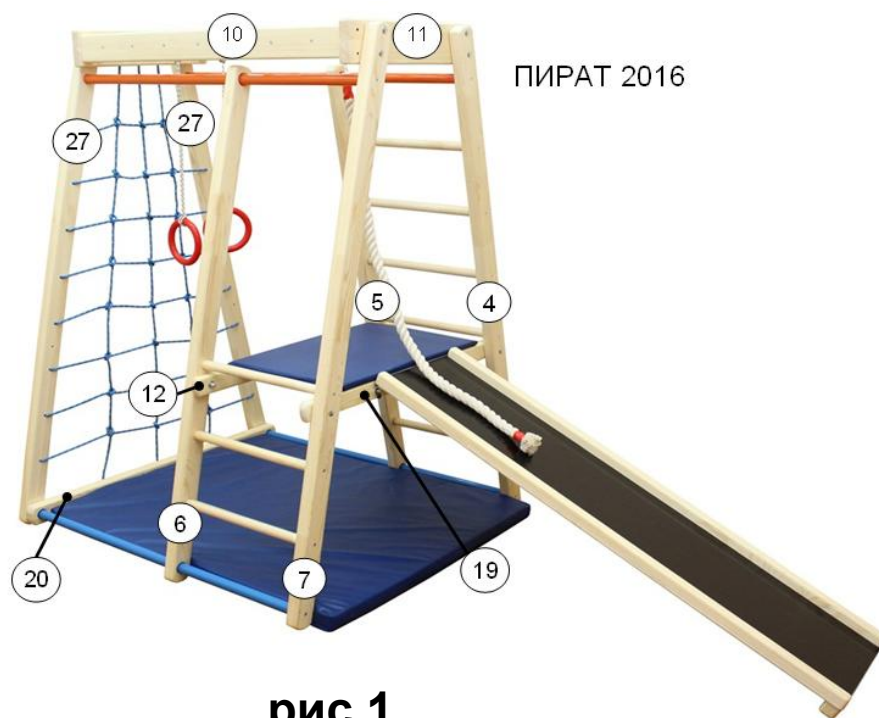

рис.1
5.1. Соберите комплекс в соответствии с рис. 1. Взять Рукоход и прикрутить к ней предварительно собранную конструкцию «А». Совместить отверстия в стойках (27) и (4) с отверстиями рукохода (11). Можно совместить, используя отвертку или просто вставив карандаши. Отверстия сделаны без люфта для исключения последующего шатания комплекса. Поэтому надо приложить усилие к винтам-болтам (70), можно использовать деревянную или резиновую киянку. Под гайку обязательно подложить шайбу. Аналогично прикрепить к рукоходу сторону «Б».